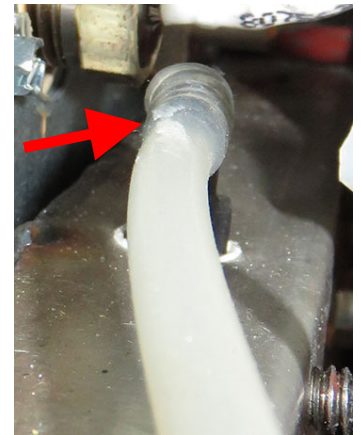

図 19
24. プレナムの上部からホースを外します (図 19 を参照)。